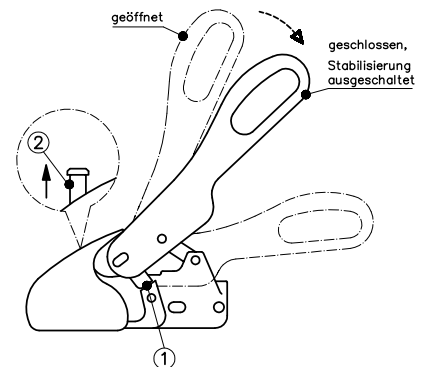

Bild 4: Ankuppeln
Zum Rangieren des Anhängers nehmen Sie bitte die am Anhänger angebrachten Haltegriffe anstatt den Bedienungshebel der WS 3000/WS 3500. Die geöffnete Zugkugelkupplung wird auf die Kupplungskugel des Zugfahrzeuges gesetzt. (Bild 4) Durch die Stützlast und eine evtl. zusätzliche Belastung der Deichsel schließt die Zugkugelkupplung automatisch, und die seitlichen Sicherungslaschen (1) stehen parallel gegenüber der Sicherungsflächen am Gehäuse. (Bild 4) Befindet sich die Kupplungskugel im Kupplungsgehäuse, ist der grüne Stift der Kontrollanzeige (2) sichtbar. (Bild 4)
Bei längerem Nichtgebrauch sollte der Anhänger mit geschlossener Zugkugelkupplung abgestellt werden, hierzu den geöffneten Bedienungshebel (Bild 4) anheben, gleichzeitig die Kugelpfanne (bewegliches Element - Bild 9) nach vorne ziehen oder den **SAFETY BALL** in den Kugelraum drücken und den Bedienungshebel langsam schließen.